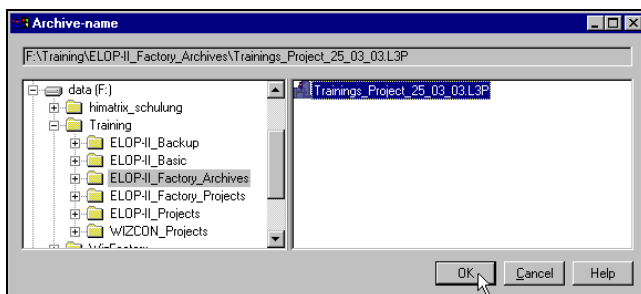

Fig. 188: Selecionar arquivo
- ❑ Clicar no botão **Browse...** (para o diretório de destino), para definir o caminho numa janela de seleção (Fig. 188) clicando com o mouse.
- ☐ Clicar no botão **Browse...** (para o nome de arquivo), para definir o caminho numa janela de seleção (Fig. 188) clicando com o mouse.